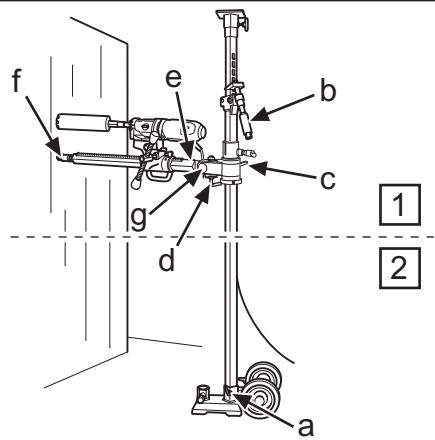
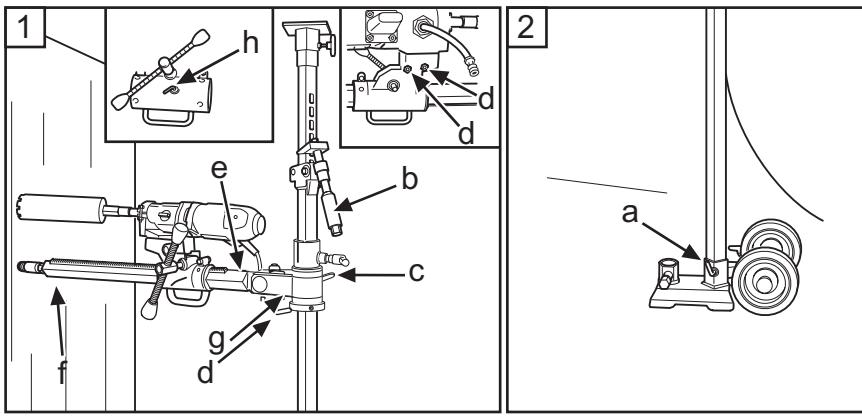

Fig.3
Fig.4
- Para perfurar a más de 1,5 m de altura, el tubo exterior grueso debe estar orientado hacia arriba, y al revés para perfurar a menos de 1,5 m de altura. Comprobar que el puntal está bloqueado en la placa base con el tornillo de fijación (a) (fig. 3).
- 5. Fijar la caja de alimentación en la columna de perforación (h) (fig. 4).
- 6. Montar la perforadora en la fijación rápida de la caja de alimentación. Apretar las tuercas cónicas (d) (fig. 4/12) con una llave de 24 mm.
- Se a perfuração vai ser feita a uma altura superior a 1,5 m, o tubo grosso externo deverá estar voltado para cima, ou ao contrário se vai ser feita abaixo de 1,5 m. Certifique-se de que a escora está travado na placa base com o parafuso de bloqueio (a) (Fig. 3).
- 5. Fixe a caixa de alimentação na coluna de perfuração (h) (Fig. 4).
- 6. Monte a perfuradora na fixação rápida da caixa de alimentação. Aperte as porcas cónicas (d) (Fig. 4/12) com a chave de 24 mm.
- When drilling is to be performed at a height greater than 1.5 metres, the heavier outer tube should be turned upwards and vice versa when drilling below 1.5 metres. Check that the support column is clamped in the base plate with the locking bolt (a) (Fig. 3).
- 3. Clamp the telescopic support column against the ceiling, choose the closest hole in the holed inner tube. Clamp using the support column handle (B) and screw the last bit using a 24 mm spanner, do not clamp too tight.
- 5. Secure the feed housing on the drill column (h) (Fig. 4).
- 6. Fit the drilling machine in the quick-action attachment on the feed housing. Tighten the conical nuts (d) (Fig. 4/12) with a 24 mm spanner.
5. Inclinar la columna de perforación hacia atrás y fijarla con el mango en L (d) y la tuerca (g) (figura 3). Para la perforación inclinada, aflojar el mango en L (d) e inclinar la columna de perforación en al ángulo deseado, apretando la tuerca (g) con una llave de 30 mm (fig. 4).
6. Controlar la posición de la broca de corona. Enroscar el tornillo de puntal (f) (fig. 3/7) contra la pared para fijar la columna de perforación. Fijar con una tuerca de seguridad de 30 mm (f) (fig. 3/7), usando una regla de madera o similar como separador.
- La columna de perforación es girable en 360° y se fija en cada posición con un tornillo Allen de 8 mm (e) (fig. 3/4).
5. Incline novamente e levante a coluna de perfuração, fixe com o punho em L (d) e a porca (g) (fig. 3). Para perfuração inclinada, afrouxa-se o punho em L (d) e coloca-se a coluna de perfuração na posição desejada apertando a porca (g) com a chave de 30 mm (Fig. 4).
6. Controlar a posição da coroa da broca. Enroscar o parafuso de escora (f) (Fig. 3/7) contra a parede para fixar a coluna de perfuração. Fixar com a porca de segurança de 30 mm (f) (Fig. 3/7), usando um calço de madeira ou similar como separador.
- A coluna de perfuração pode rodar 360° e é fixada na posição desejada com uma chave Allen de 8 mm (e) (Fig. 3/4).
5. Tilt back and fold up the drill column, secure with the L-handle (d) and nut (g) (fig. 3). When angle drilling loosen the L-handle (d) and the drill column is set at the required angle by tightening the nut (g) using a 30 mm spanner (Fig.4).
6. Check the position of the drill bit. Screw in the support column screw (f) (Fig. 3/7) against the wall to secure the drill column. Secure with the locking nut 30 mm (f) (Fig. 3/7), use a wooden batten or the like as packing.
- The drill column can be turned through 360° and locked in respective positions using an 8 mm hex-key (e) (Fig. 3/4).